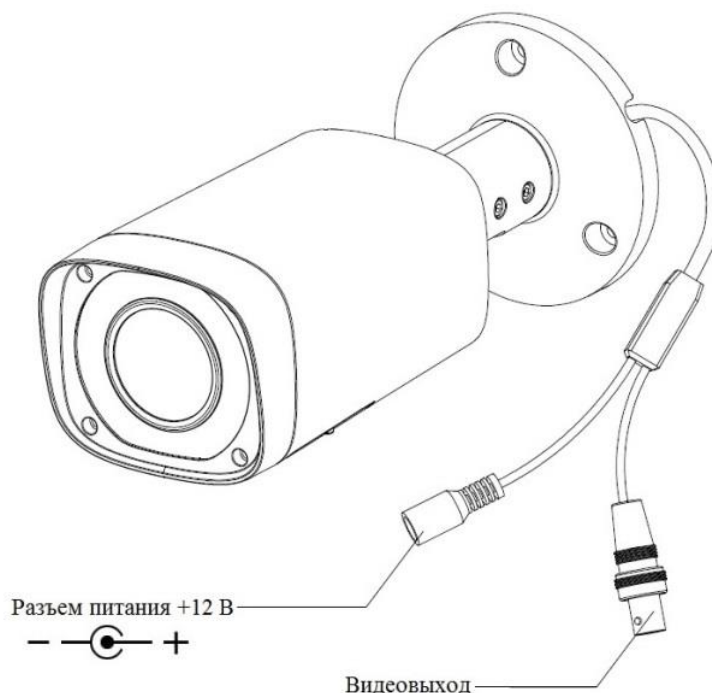

Рисунок 5.2
5.5 Подключите соединительные провода (разъемы) в соответствии со схемой внешних подключений (рис. 5.2) и соблюдением полярности. Неверное соединение может привести к повреждению и/или неправильному функционированию оборудования.